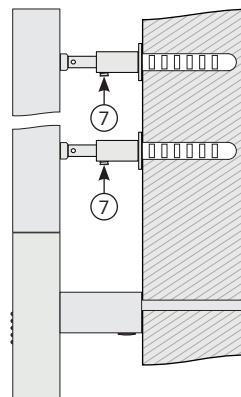

Рис.7
4.2.9. Прижать до упора весь полотенцесушитель к стене и с усилием зафиксировать стопорные винты в кронштейнах (рис. 7 «7»).